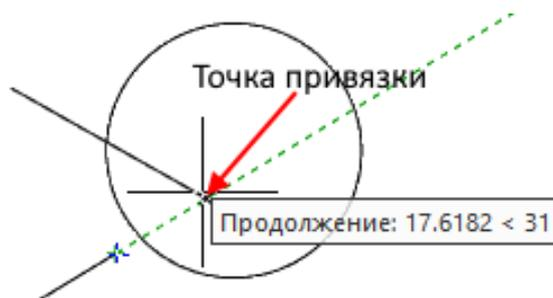

Рис. 59. Привязка Продолжение
**Продолжение** . Создание временной вспомогательной линии, являющейся продолжением объекта, над конечной точкой которого проходит курсор (рисунок 59).